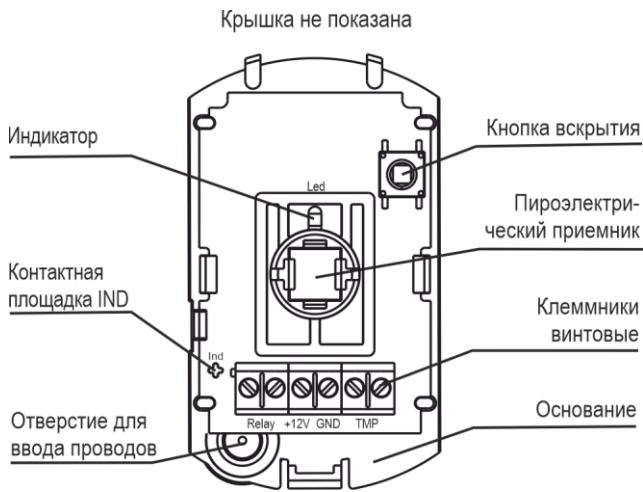

Рисунок 3
5.1 Конструктивно извещатель выполнен в виде блока, состоящего из основания и съемной крышки. Внутри блока смонтирована печатная плата с расположенными на ней с радиоэлементами и клеммниками винтовыми для внешних подключений (рисунок 3).